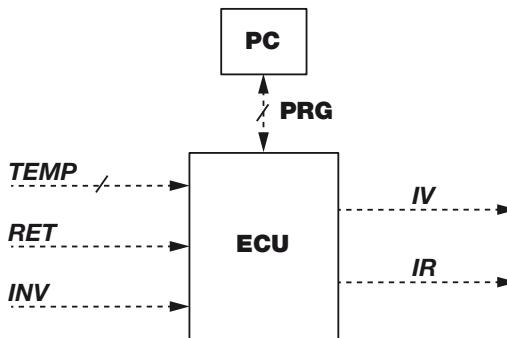

Fig. 1 - Fig. 1 - Abb. 1 Diagramma del controllo elettronico della ventola
Il principio di funzionamento della centralina elettronica è illustrato in **Fig. 1**, in riferimento alla configurazione circuitale più articolata tra quelle disponibili, dotata di comando proporzionale con inversione.
*The operating principle of the electronic control unit is shown in **Fig. 1**, with reference to the most well-structured circuit configuration of those available, equipped with a proportional command with inversion.*
Das Funktionsprinzip der elektronischen Steuereinheit ist in **Abb. 1** abgebildet und zwar in der komplexesten der lieferbaren Konfigurationen, bestückt mit Proportionalsteuerung und Reversion.